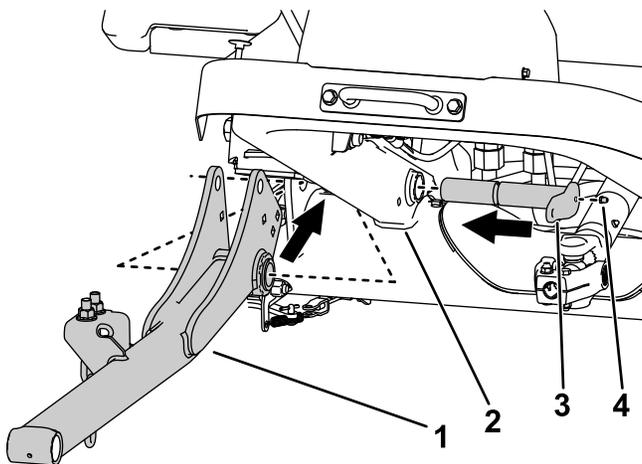

図 6
2. 大きいピン2本を使用して昇降アームをマシンのフレームに取り付ける **図 6**。
3. 大きいピンにグリスフィッティングを取り付ける **図 6**。